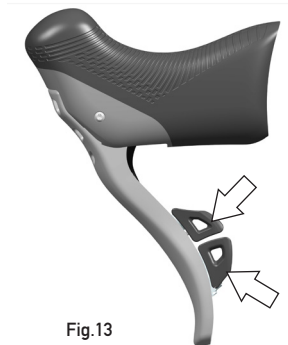

Fig.13
- En faisant pression sur le levier inférieur, le dérailleur avant descend (Fig.13).
- En faisant pression sur le levier supérieur, le dérailleur avant monte (Fig.13).